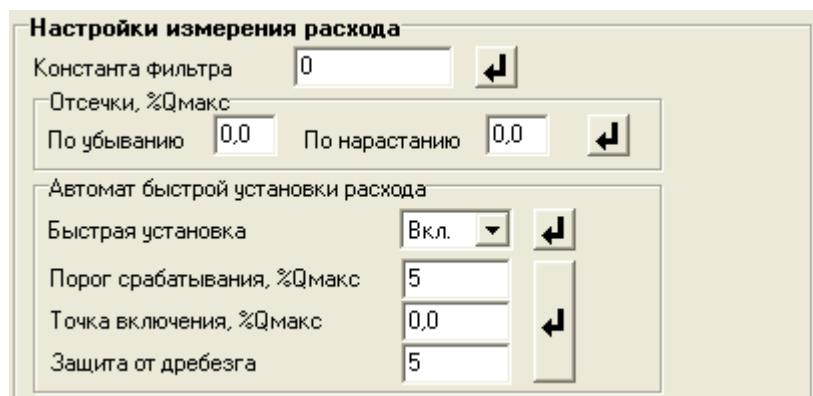

Рис.7. Вид группы «Настройки измерения расхода».
- 2.3.1. Установочные параметры измерения расхода находятся во вкладке **Настройки** основного окна программы «Монитор» в группе **Настройки измерения расхода** (рис.7).